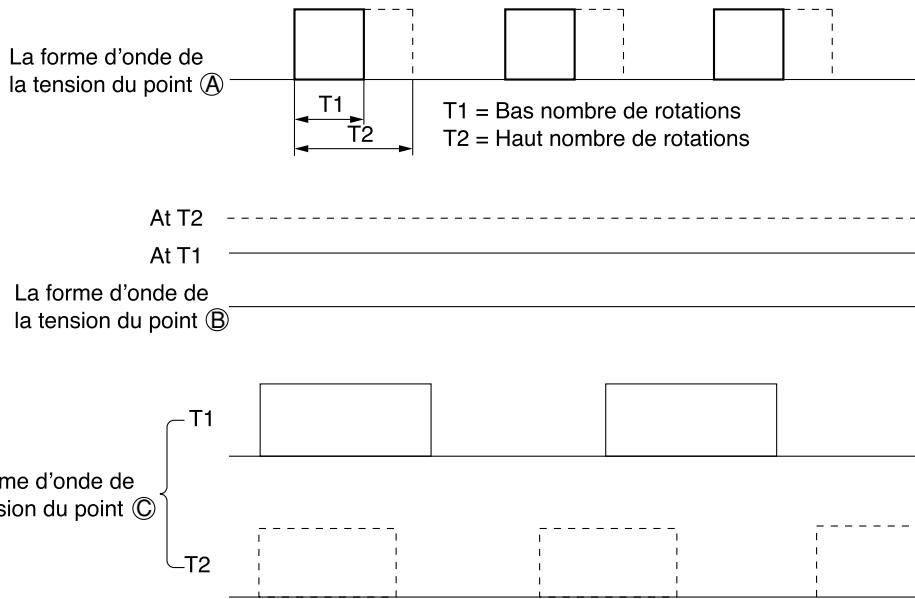

Fig. 6-2
- L'impulsion PWM de 15,7 kHz, comme montré sur la figure 6-2, depuis le microprocesseur, broche ④, est envoyée au point ④. La largeur de cette impulsion change selon le nombre de rotations demandé.